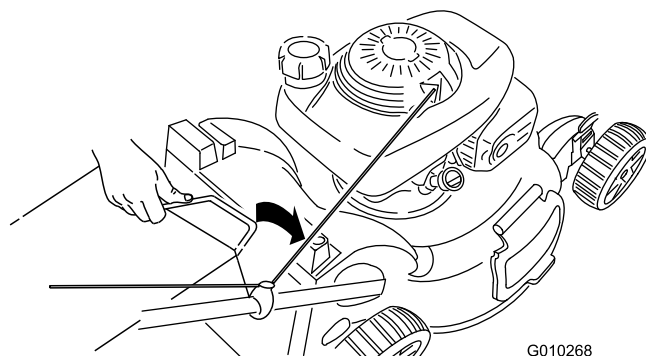

Figura 29
3. Inserite la maniglia del cesto di raccolta nelle scanalature presenti sulla parte superiore della tosaerba (Figura 29).